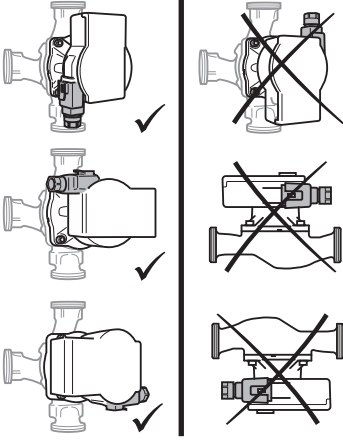

Fig. 2: Montaj konumları
- Montaj yerini, izin verilen montaj konumuna (Fig. 2) uygun olarak seçin.
- Pompa için izin verilen montaj konumuna (Fig. 2) dikkat edin, gerektiğinde motor kafasını (2+6) çevirin.
- İzin verilen montaj konumuna (Fig. 2) ve pompa gövdesindeki (1) akış yönü okuna dikkat edin.
- 4 adet gövde vidasını (5) takın.